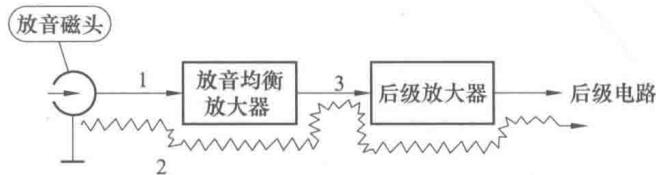

图 1-3 方框图
方框图可以给出部分识图信息，如图 1-3 所示的方框图给出了这样一些识图信息：图中信号传输线路中的箭头给出了信号传输的方向，同时也能指示信号从前级输出端传到后级输入端。
1) 表现出了信号源的性质。如图 1-3 中画出放音磁头电路符号，说明这一电路中的信号源是放音磁头输出的放音信号。
2) 方框图表示了各单元电路之间的信号传输方向，从而使人们能了解信号在各部分单元电路之间的传输次序。从图 1-3 中可以看出，放音磁头输出信号先经过放音均衡放大器，再送入后级放大器。